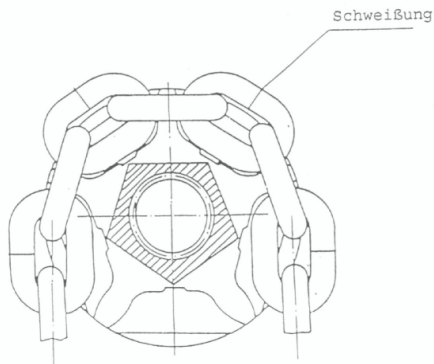

Abb. 13
- Kette in Bewegungsrichtung Senken in den Kettenzug einziehen, dabei auf die richtige Lage der Kette in der Kettennuß achten (Abb. 13)